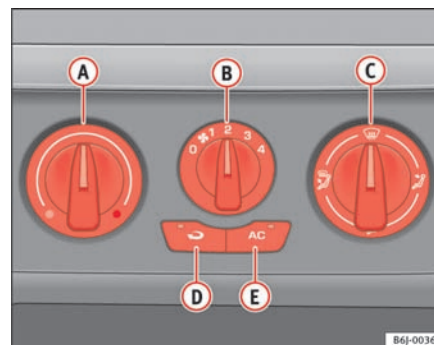

Fig. 87 På instrumentpanelet: betjeningslementer til aircondition
- Du kan indstille temperatur, luftfordeling og blæsertrin ved hjælp af kontakterne ⇒ fig. 87 **A**, **C** og **B**.